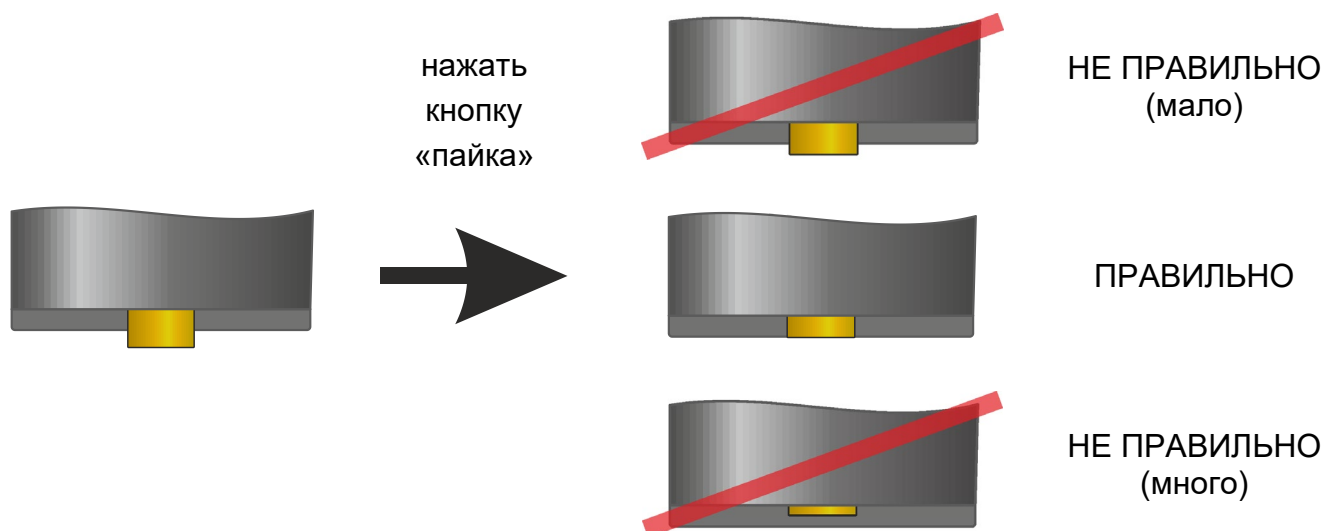

Рисунок 8 – Контроль расстояния отрыва
2.7.7 Шток приспособления для проверки расстояния отрыва электродов торцевой поверхностью должен встать вровень с торцевой поверхностью втулки приспособления (рисунок 8).